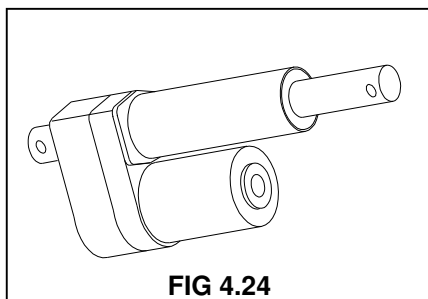

FIG 4.24
5. Agregar el accionador del comando de profundidad (fig. 4.24) al soporte del sensor de la luz y la barra de herramientas. Ver página 60.